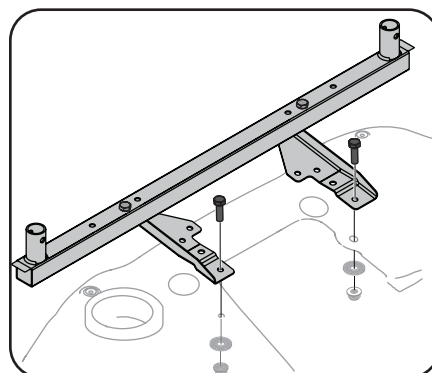

Figure 3-5
4. Utilisez deux vis à tête hexagonale (710-0376), deux rondelles (736-0159) et deux écrous (712-04063) pour installer l'ensemble du support à l'arrière du tracteur comme montré à la Figure 3-5.